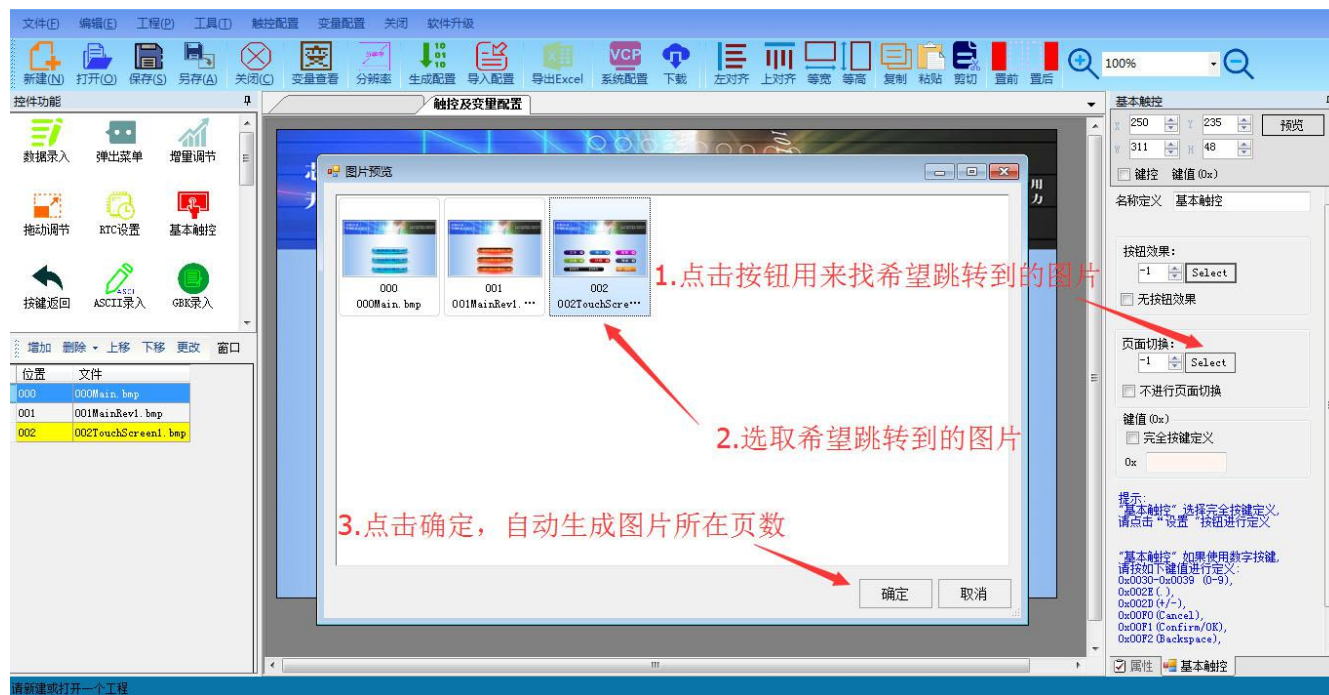

图 2.9 实现页面切换步骤
6.只需要修改页面切换处,选中想要的页面点击确定即可,如图 2.9 所示。